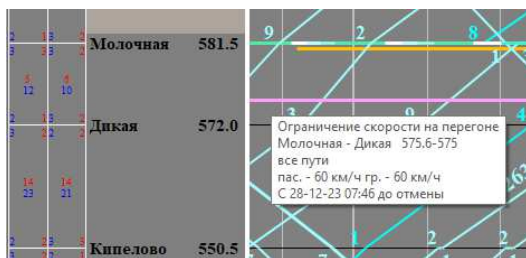

Рис.175
4. Для получения информации по предупреждению подвести указатель «мыши» к предупреждению, дождаться появления всплывающего окна с информацией о предупреждении (см. рис. 175).